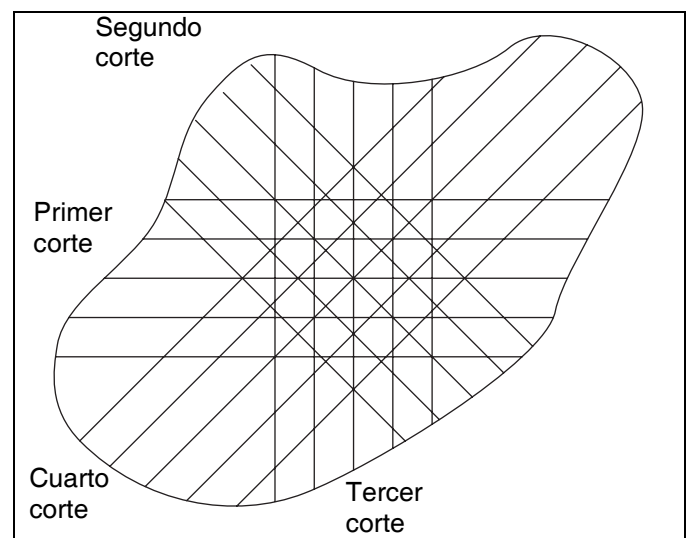

Figura 5D
5. Para conseguir una superficie de juego más regular y más atractiva, cambie el patrón de corte cada vez que corte el césped del green. Los patrones mostrados en la **Figura 5D** son sólo sugerencias, el operador o el encargado pueden crear patrones adecuados para cada green.